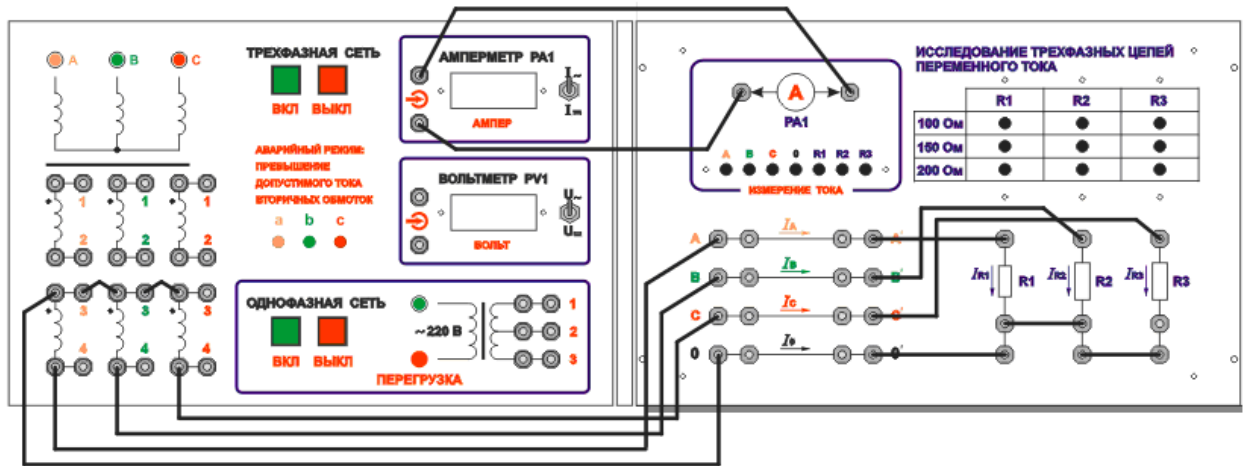

Рис. 10
2. Собрать электрическую цепь звездой (рис. 1) по монтажной схеме, приведенной на рис. 10. Изменяя сопротивление переменных резисторов в фазах электрической цепи, измерить амперметром $PA1$ значения линейных токов I_L , а также вольтметром $PV1$ значения фазных U_ϕ и линейных U_L напряжений, записав полученные значения в таблицу 1 для различных режимов работы цепи: